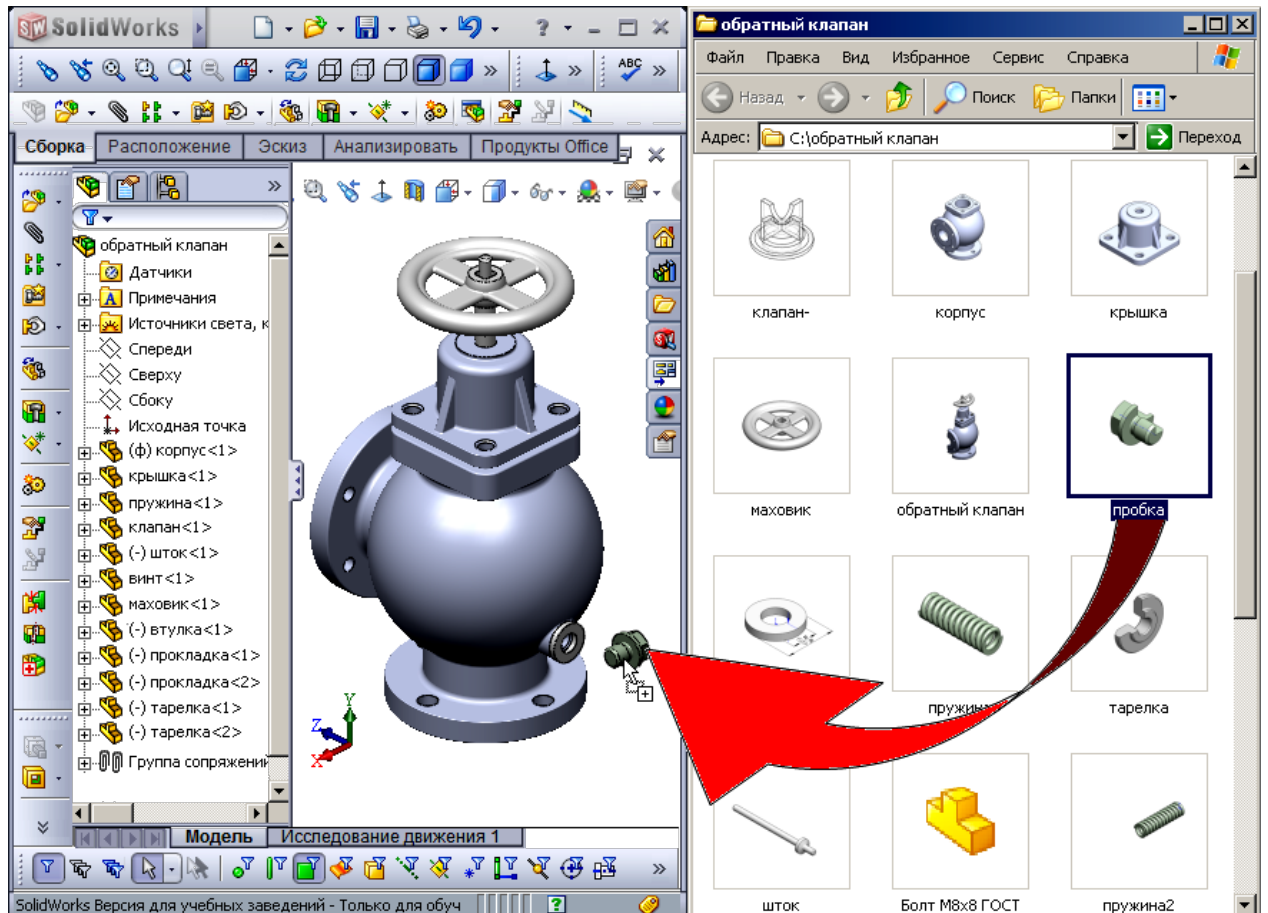

Рис. 34
- Натисніть лівою кнопкою миші в місці компонента «Пробка» і перемістіть його в графічну зону (рис. 34). Рекомендується їх розмістити, як це показано на рис. 34.